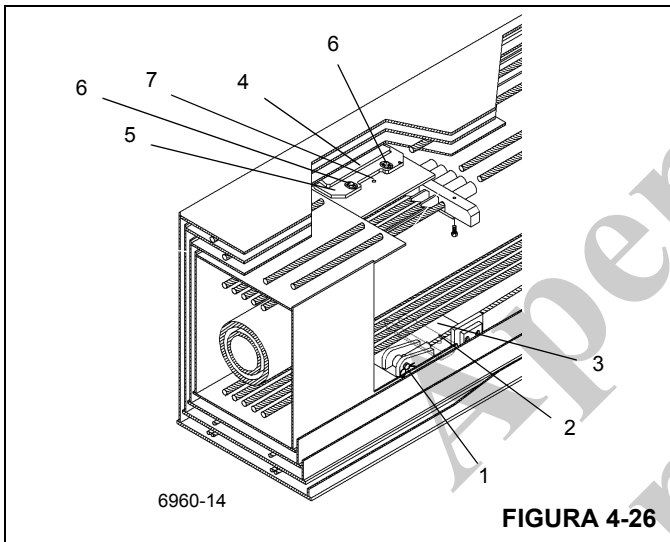

FIGURA 4-26
8. Usando pinos, contrapinos e grampo de segurança (1), prenda os quatro cabos de retração da seção volante (2) que ficam na parte inferior da seção intermediária externa nos olhais na parte traseira da seção volante (3) (Figura 4-26).
18. Através do furo de acesso superior da seção intermediária externa, posicione as duas placas de desgaste ajustáveis (4) na parte traseira superior da seção volante. Instale o suporte de cada placa de desgaste (5) com dois parafusos e arruelas (6), mantendo uma folga (Figura 4-26). Instale as arruelas de deslocamento, os parafusos e as arruelas (7). Usando as arruelas de deslocamento, ajuste as placas de desgaste de forma que elas fiquem a no máximo 1 mm (0.03 pol.) de cada placa lateral da próxima seção externa. Aperte a arruela de deslocamento e os parafusos.